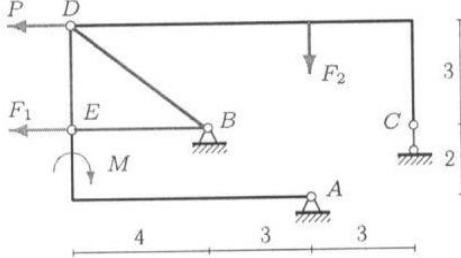

рис. 2
**Задача 2.** На конструкцию, состоя-щую из трех шарнирно соединен-ных частей, действуют силы  $F_1 = F_2 = 10$  кН,  $P = 4$  кН и момент  $M = 2$  кНм. Конструкция опи-рается на неподвижные шарниры в точках  $A$  и  $B$  и вертикальный стержень в  $C$  (рис. 2). Найти реакции опор.